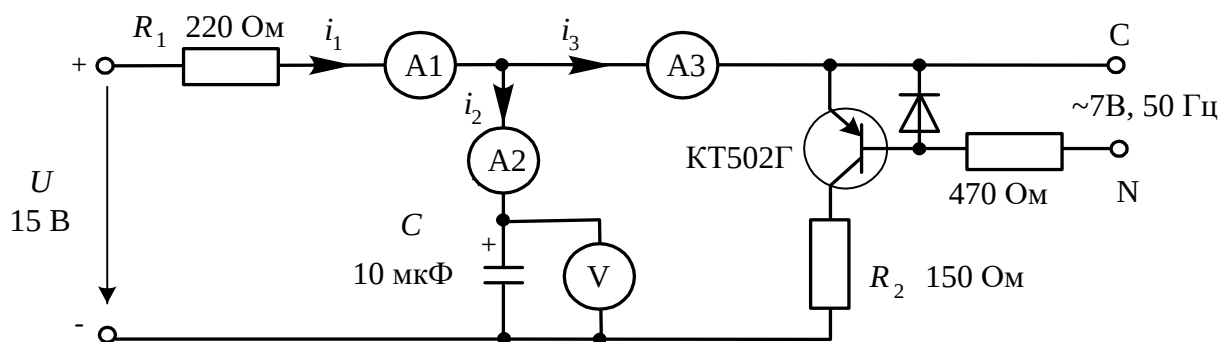

Рисунок 2 – Схема для исследования переходного процесса в цепи RC
2.1. Соберите цепь согласно схеме (рис. 2), включив в неё вместо изображенных измерительных приборов соответствующие гнезда коннектора. Обратите внимание на полярность электролитического конденсатора. Включите осциллограф, установите развёртку 2 мС/дел и перерисуйте изображение четырёх измеряемых величин на график (рис.3). Не забудьте указать масштаб для каждой кривой.